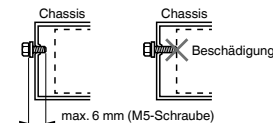

Abbildung 3
4. Verwenden Sie zum Einbau die mitgelieferten Schrauben. Die Verwendung anderer Schrauben kann Beschädigungen verursachen. (Abbildung 3)